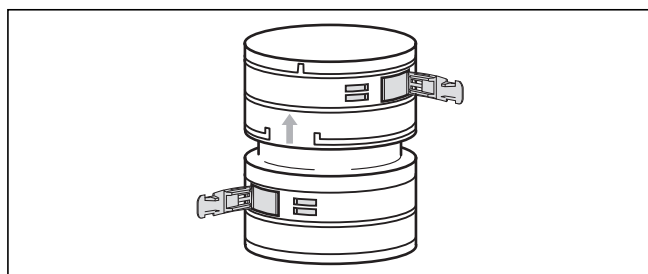
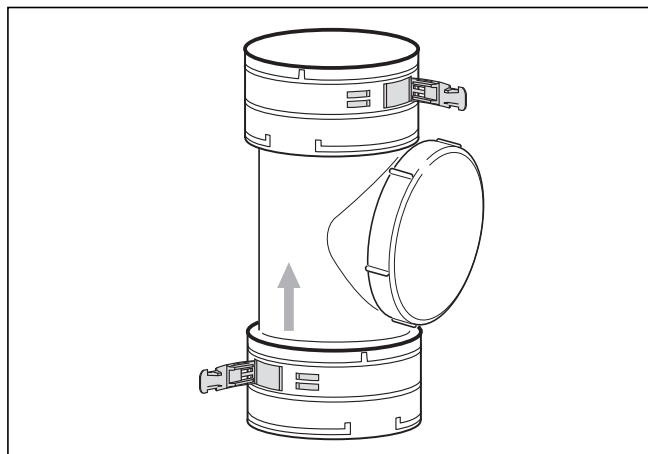

Abb. 4.51 Verbindungselement
Abb. 4.52 Reinigungselement
- Montieren Sie bei Bedarf zuerst Verbindungs- und Reinigungselemente (→ Abb. 4.51 und 4.52).
Anstatt die Gesamtlänge der flexiblen Abgasleitung mit einem einzigen Stück zu überwinden, können Sie mehrere Teilstücke einsetzen und diese mit Verbindungselementen (Art.-Nr. 303 512, → **Abb. 4.51**) oder einem Reinigungselement (Art.-Nr. 303 511, → **Abb. 4.52**) verbinden.